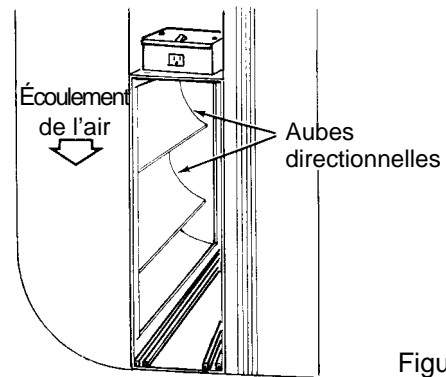

Figure 14
4. Assembler en bout la conduite de retour d'air (habituellement une section coudée) et la face en amont du boîtier du filtre à air. Noter, dans le coude, l'utilisation d'aubes recourbées en tôle dans le but d'améliorer la distribution de l'air sur la face des cellules (figure 14).